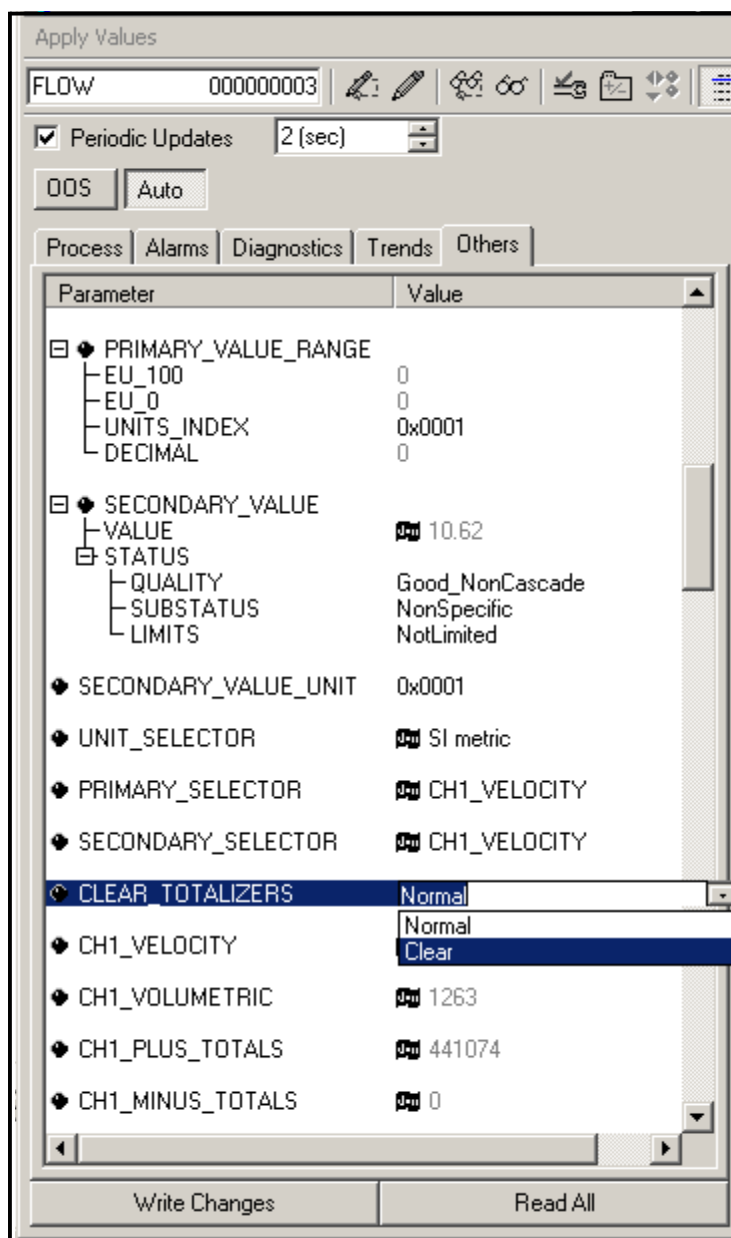

Figura 62: Elenco a discesa Cancella totalizzatori
3. Selezionare Cancella dall'elenco a discesa (vedere Figura 62).